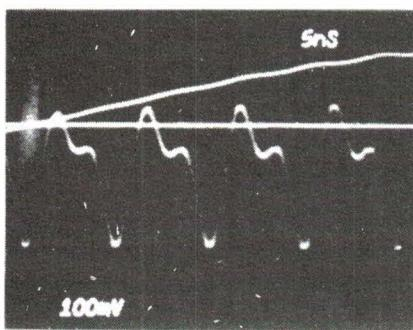

Fig. 4. – Extension de la base de temps pour déterminer grossièrement la fréquence des oscillations.
– La grande densité d'intégration de l'isolation diélectrique résulte d'une plus petite surface occupée. La figure 4 compare la réalisation d'un transistor bipolaire 350 V en « DI » et « JI ». Le rapport de surface occupée est de 1 à 4.
A moyen de la base de temps, la fréquence des oscillations peut déjà être déterminée. La mesure selon cette méthode n'est qu'approximative. Le résultat est présenté à la figure 4. Dans le cas particulier étudié, la fréquence a été déterminée comme étant de 85 MHz.